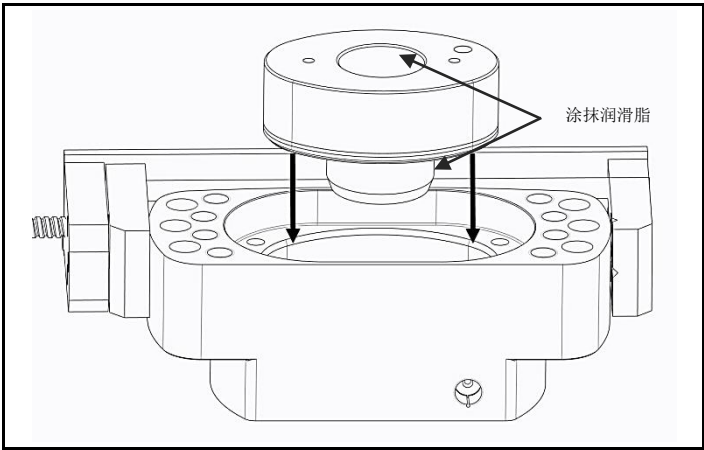

图 4.9 涂抹润滑脂，插入活塞
- a) 当将活塞总成滑动装回本体内时，需注意不要损伤任一内表面。（图 4.9）